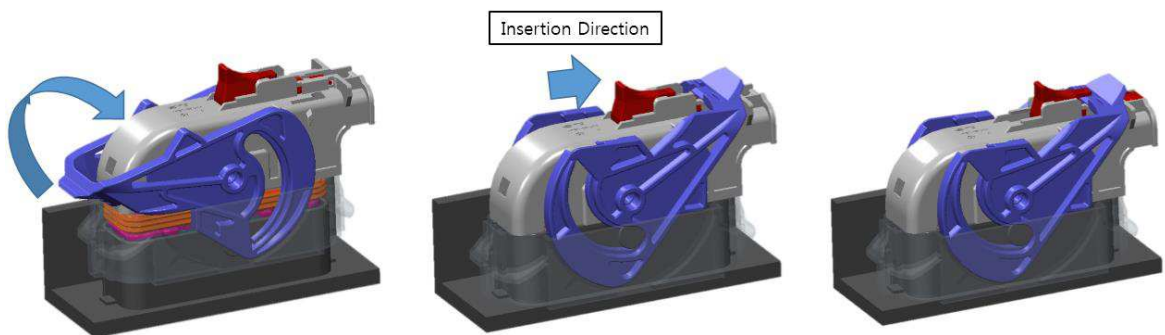

Fig. 23
1 차 Locking 완료 후 Fig. 23 과 같이 CPA 를 삽입 하십시오.
- (1) Final lock 장치를 누르면서 Lever lock 을 해제하시오.
- (2) Initial lock 상태로 레버를 젖히시오.
- (3) UNIT 에서 커넥터를 분리하시오.
- (4) Unlock 시 Fig. 23 의 역순으로 하시오.